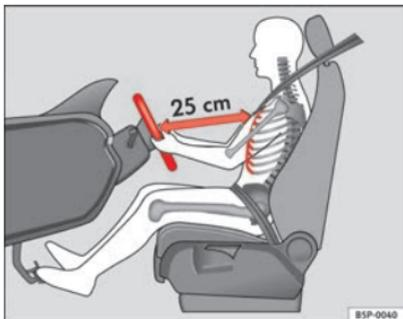

Abb. 1 Der richtige Abstand des Fahrers zum Lenkrad
- Stellen Sie das Lenkrad so ein, dass der Abstand zwischen Lenkrad und Brustkorb mindestens 25 cm beträgt ⇒ Abb. 1.
| <ul style="list-style-type: none"> • Eine falsche Sitzhaltung des Fahrers kann zu schweren Verletzungen führen. • Stellen Sie den Fahrersitz so ein, dass zwischen Ihrem Brustkorb und der Lenkradmitte ein Abstand von mindestens 25 cm vorhanden ist ⇒ Abb. 1. Sitzen Sie näher als 25 cm, kann Sie das Airbag-System nicht richtig schützen. • Wenn Sie wegen körperlicher Gegebenheiten einen Mindestabstand von 25 cm nicht einhalten können, setzen Sie sich mit einem Fachbetrieb in Verbindung. Dort berät man Sie über möglicherweise erforderliche Änderungen. • Halten Sie während der Fahrt das Lenkrad immer so, dass Sie es mit beiden Händen seitlich am äußeren Rand festhalten (9-Uhr- und 3-Uhr-Position). Dadurch wird die Verletzungsgefahr bei Auslösung des Fahrerairbags reduziert. • Halten Sie niemals das Lenkrad in der 12-Uhr-Position oder in einer anderen Art und Weise fest (z.B. in der Lenkradmitte). In solchen Fällen können Sie sich bei Auslösung des Fahrerairbags Verletzungen an Armen, Händen und Kopf zuziehen. • Um die Verletzungsgefahr für den Fahrer beim plötzlichen Bremsmanöver oder Unfall zu reduzieren, fahren Sie niemals mit stark nach hinten geneigter Rückenlehne! Die optimale Schutzwirkung des Airbag-Systems und der Sicherheitsgurte wird nur erreicht, wenn sich die Rückenlehne in einer aufrechten Position befindet und der Fahrer den Sicherheitsgurt |